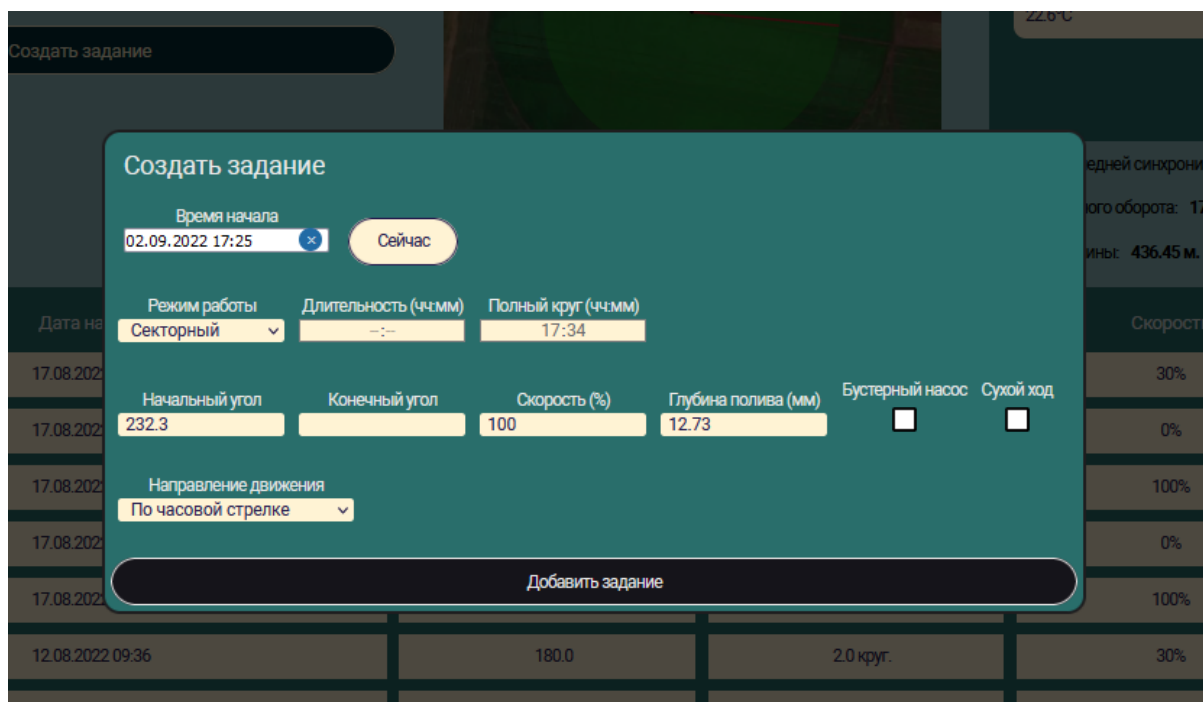

Рисунок 9 (окно создания задания на движение и полив)
- содержит кнопку создания задания на движение и полив, при нажатии открывается всплывающее окно (Рис.9)